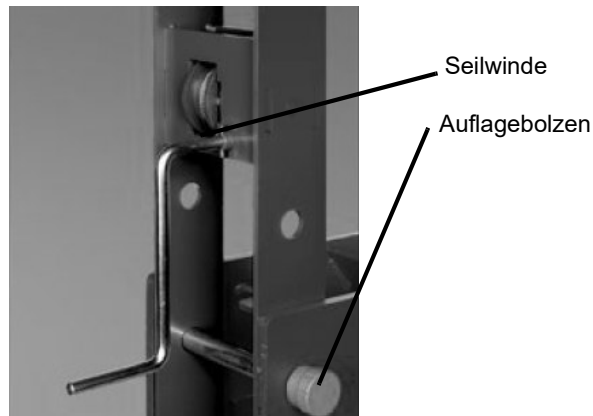

Abb. 31: Auflagebolzen und Ständerbohrungen
Schritt 1: Entfernen Sie die beiden Auflagebolzen aus dem Rahmen (Abb.31).